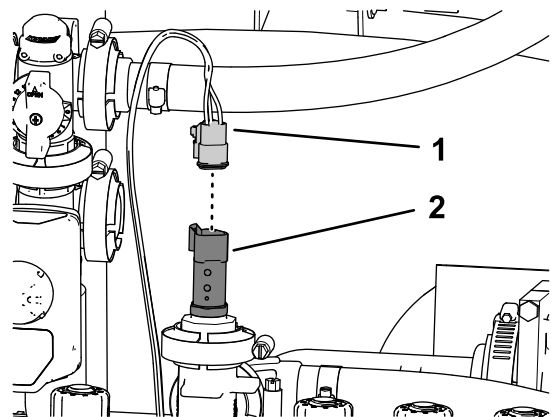

Bild 132
- Stecken Sie den 3-Buchsen-Stecker des 61-cm-Kabelbaumzweigs, der mit **PRESSURE TRANSDUCER GREEN WEDGE** beschriftet ist, in den 3-Stift-Stecker des Druckwandlers (Bild 132).